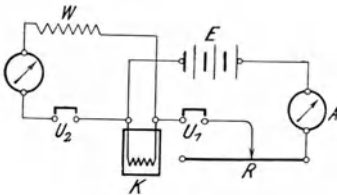

Fig. 165.
b) Bilde einen Stromkreis aus dem Heizdraht  $K$  (Fig. 165), einem Strommesser  $A$ , einem Stromschwächer  $R$ , drei Sammlern  $E$  und einem Ausschalter  $U_1$ . Verbinde einen Spannungsmesser  $V$ , einen Widerstand  $W$  von 1000 Ohm und einen zweiten Ausschalter  $U_2$  mit den Enden des Heizdrahts. Schließe den Haupt- und den Nebenstrom, sieh nach, ob die Meßgeräte richtig ausschlagen und das Thermometer gleichförmig steigt, und regle den Widerstand so, daß die Stromstärke  $\sim 1 \text{ A}$  wird.